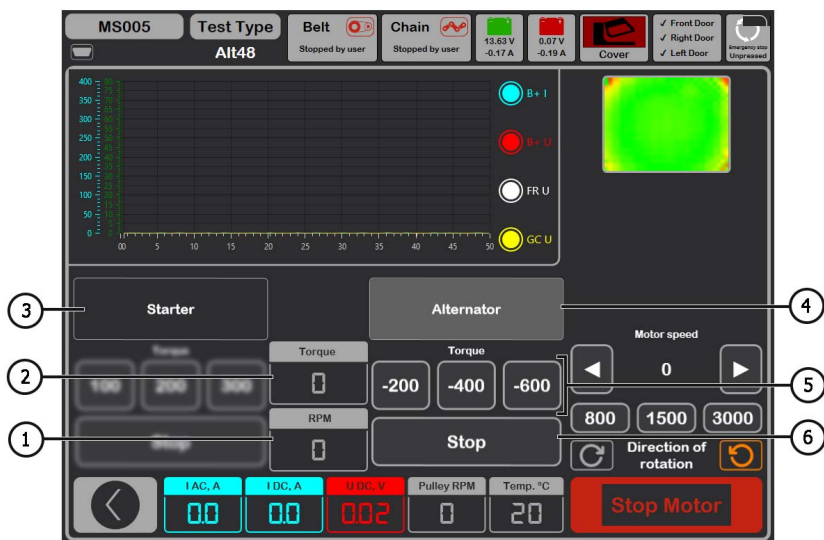

Рисунок 28. Меню режима проверки генератора 48В.
В режиме диагностики генераторов 48 В (рис. 28) на экране может отображаться следующая отличительная информация:
6.1. Последовательно увеличивайте или уменьшайте момент сопротивления (поз. 5 рис. 28). При этом значение тока «I DC, А» должно также пропорционально увеличиваться или уменьшаться.
6.2. Кнопкой «Stop» (поз. 6 рис. 28) остановите режим проверки.
7.2. Кнопкой «Stop» (поз. 6 рис. 28) остановите режим проверки.